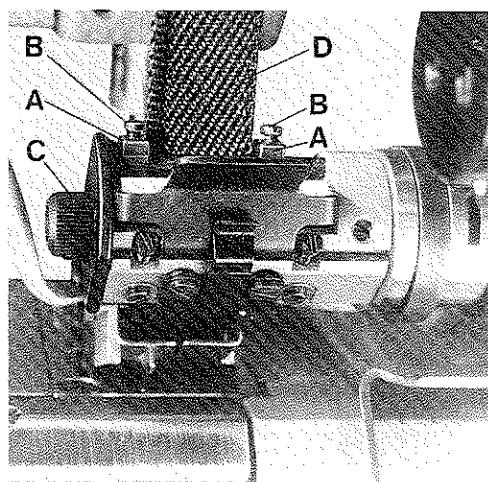

Fig.46
Set the two tape guides (A, Fig. 46) to the width of the cuff and heel tape. Right and left the tape guides should be set equally to the two turned grooves in roller (C). The tape (D) should be guided loosely but without too much lateral play.
After loosening screws (B, Fig. 46) the tape guides can be set accordingly. Retighten screws.
Stellen Sie die beiden Bandführungen (A, Fig. 46) auf die Breite des Hosenstoßbandes ein. Rechts und links sollen die Bandführungen gleichmäßig an die beiden Eindrehungen in der Walze (C) gestellt werden. Das Band (D) muß lose, aber ohne großes seitliches Spiel geführt werden. Nach Lösen der Schrauben (B, Fig. 46) können die Bandführungen entsprechend eingestellt werden. Ziehen Sie die Schrauben wieder an.